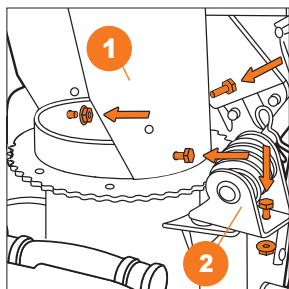

Рис. 10
- Установите желоб **1** на отверстие выброса снега и закрепите его тремя болтами М8х20 и гайками М8. Установите шестерню поворотного механизма желоба **2** и закрепите её болтом М8х30 и гайкой М8. (Рис. 10).